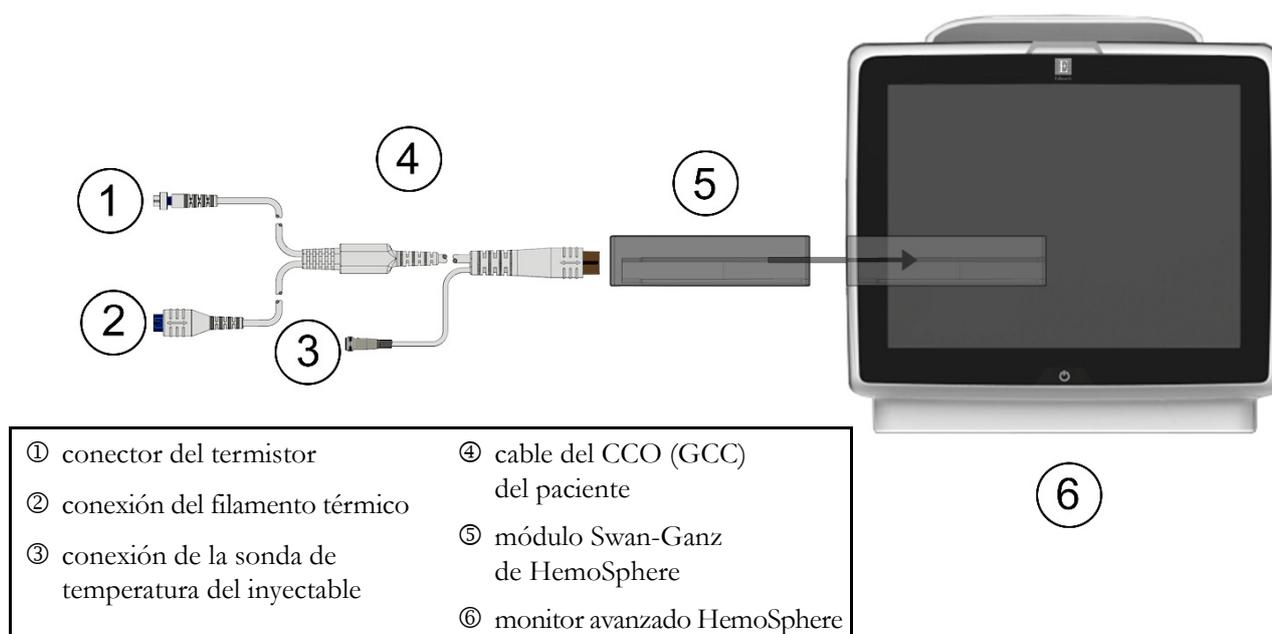

Figura 4-1 Descripción general de la conexión de monitorización mediante el módulo Swan-Ganz de HemoSphere
Consulte la figura 4-1 para obtener información sobre las conexiones de monitorización del módulo Swan-Ganz de HemoSphere.
- 10 Acople el cable del CCO del paciente a las conexiones del catéter de CCO de Swan-Ganz del termistor ① y del filamento térmico ② (figura 4-1).
- 10 Acople el cable del CCO del paciente a la conexión del termistor del catéter Swan-Ganz (①, figura 4-1).
- 11 Conecte la sonda de temperatura del inyectable al conector de la sonda de temperatura del inyectable ③ del cable del CCO del paciente. El tipo de sistema del inyectable (en línea o de baño) se detectará automáticamente.
10 Acople el cable del CCO del paciente a las conexiones del catéter volumétrico de Swan-Ganz del termistor ① y del filamento térmico ② (figura 4-1).